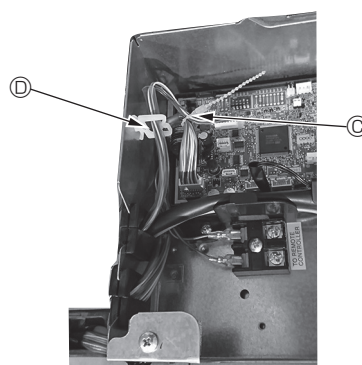

Fig. 10-14
- Plasser de overflødig delene av i-see-Sensoren og signalmottakerledningene i el-komponentboksen i ledningsklammeret som vist i diagrammet, og sikre ledningene med festene. (Fig. 10-14)